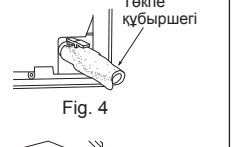

Fig. 4
- 5) Төлке құбыршекті ішкі блоктың артқы оң жақ бөлігіндегі тұғырыққа толықтай салыңыз. (Fig. 4)
- 6) Дренаж құбыршегі қабырғадағы саңылау төленсіне (C) енгізіңіз және орнату плитасында (1) ішкі блоктың жоғарғы бөлігін іліп алыңыз. Содан соң құрылғының артқы бөлігіне құбыржолды жайғастыруды қарапайымдандыру үшін ішкі блокты сол жаққа қарай жылқтыңыз.